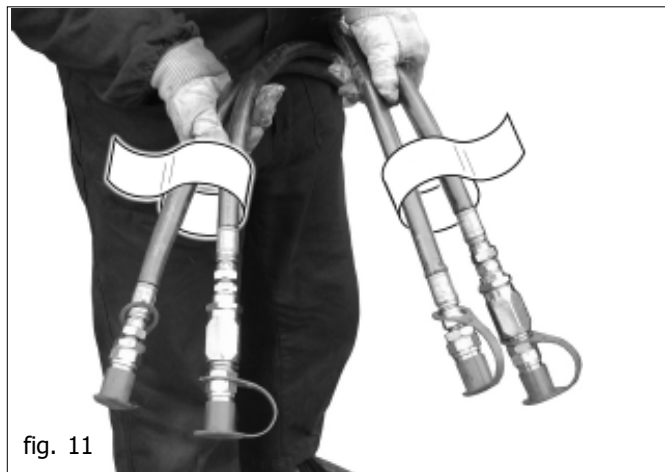

fig. 11
- 4) Raccorder correctement les tuyaux oléohydrauliques aux distributeurs du tracteur (voir chapitre 3.1), en suivant l'indication figurant sur chaque tuyau (Fig. 11).